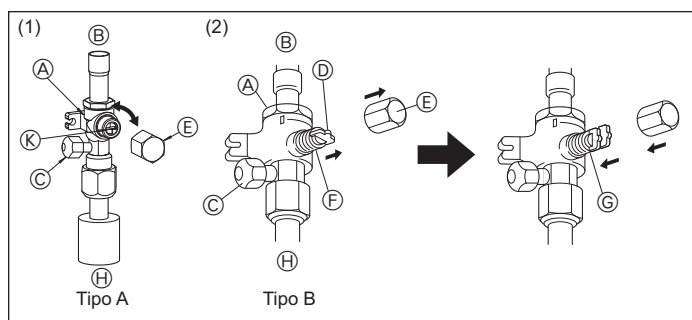
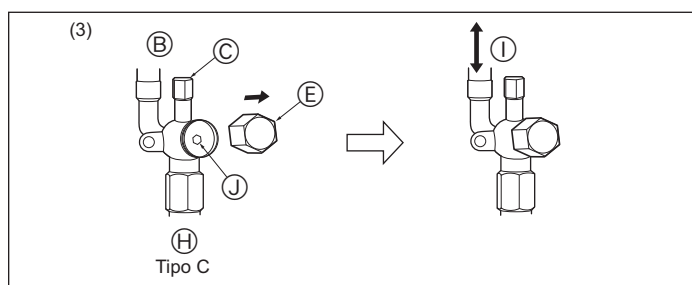
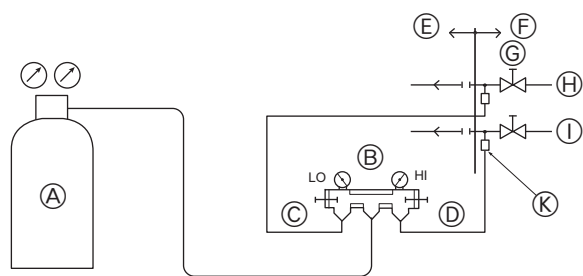

Fig. 5-9
Fig. 5-10
Fig. 5-11
(1) Tipo A (Fig. 5-9)
- ① Rimuovere il cappuccio, quindi ruotare in senso antiorario di un quarto di giro tramite un cacciavite a lama piatta per completare l'apertura.
- ② Controllare che le valvole siano completamente aperte, quindi ricollocare il cappuccio nella sua posizione originale e stringerlo.
(2) Tipo B (Fig. 5-9)
- ① Rimuovere il cappuccio, tirare la maniglia verso di sé e ruotare di 1/4 di giro in senso antiorario per aprire.
- ② Assicurarsi che la valvola d'arresto sia completamente aperta, spingere in dentro la maniglia e riportare il cappuccio alla posizione originale.
(3) Tipo C (Fig. 5-10)
- ① Togliere il cappuccio e girare fino a quando è possibile l'asta della valvola in senso antiorario utilizzando una chiave esagonale du 4 mm. Smettere di girare quando si urta l'otturatore.
- ② Assicurarsi che la valvola d'arresto sia completamente aperta e riportare il cappuccio alla posizione originale.
- ① Valvola
- ② Completamente aperto
- ③ Lato dell'unità
- ④ (Installazione su lato) lato tubazione del refrigerante
- ⑤ Direzione i flussi di refrigerante verso l'interno
- ⑥ Foro chiave
- ⑦ Cappuccio
- ⑧ Completamente chiuso
① Test tenuta d'aria (Fig. 5-11)